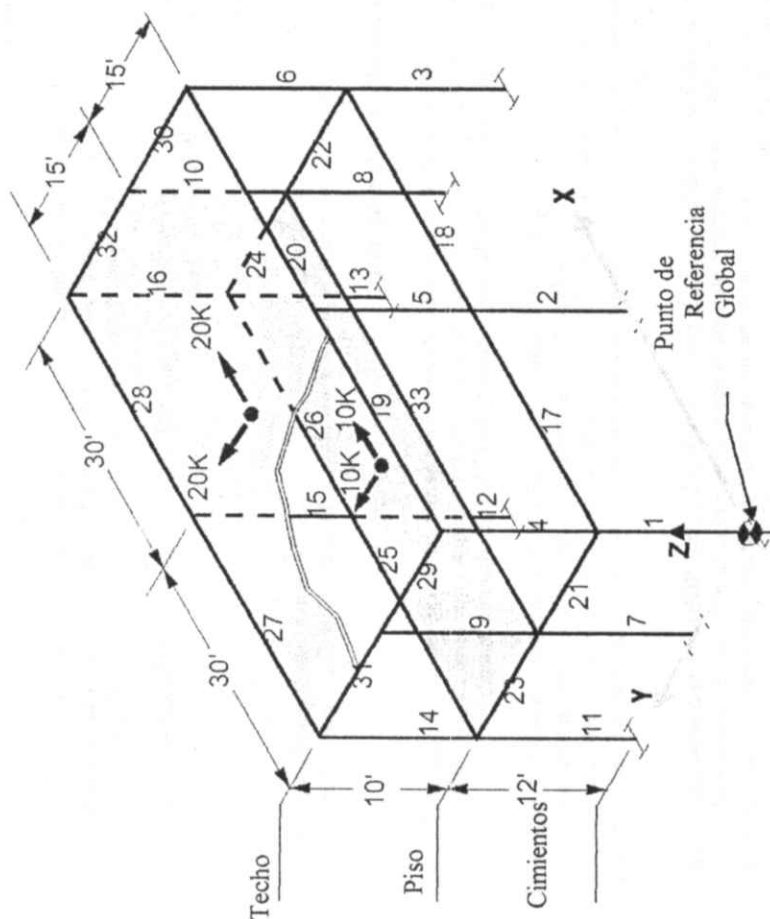

Figure III-1
La estructura de dos pisos tiene un diafragma parcial del suelo y un diafragma completo en el techo Vea la Figure III-1. La altura del piso del superior e inferior es 10'00" y 12'0" respectivamente. Los elementos iniciales se clasifican según tamaño y el refuerzo en tabla III-1.
2. Haga clic derecho en un miembro de la columna, por ejemplo elemento 2 (vea Figura III-1). Esto abrirá la Información de diseño que se muestra longitudinalmente y requisitos de refuerzo a